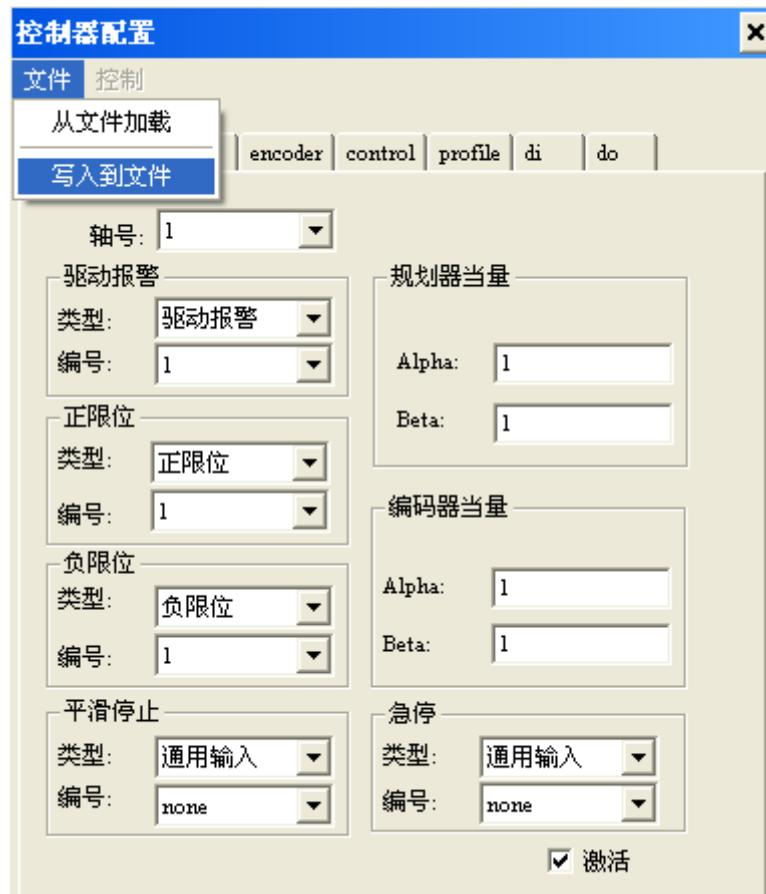

图 4-17 生成配置文件界面
按照 4.3 节中所描述进行运动控制器的配置之后，如图 4-17 所示，在“控制器配置”界面的“文件”菜单，点击“写入到文件”，即可对配置信息进行保存，生成配置文件\*.cfg。
- (14) 如图 4-17 所示，在‘控制器配置’界面的‘文件’菜单，点击‘写入到文件’，即可对配置信息进行保存，生成配置文件(\*.cfg)。